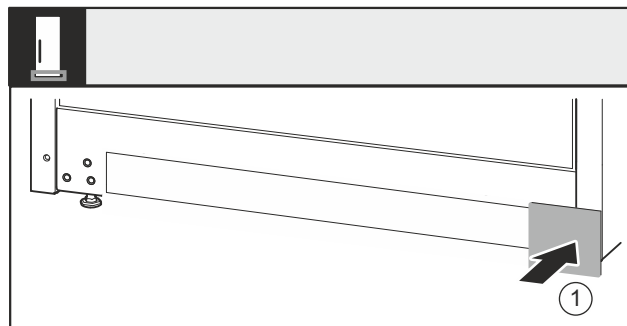

Fig. 38
- ▶ Kryt Fig. 38 (1) opět nasadte na druhé straně.